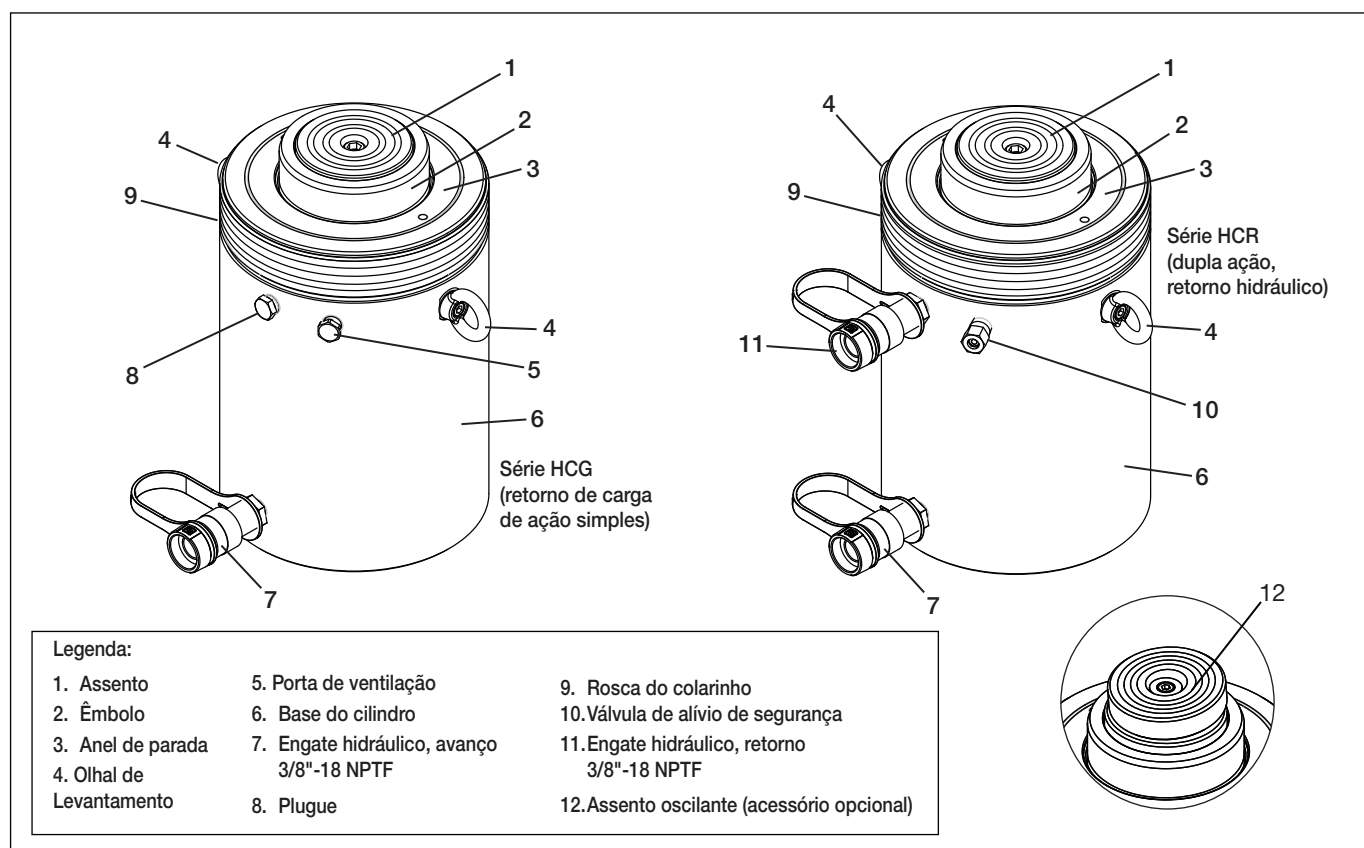

Figura 1, Principais Características e Componentes, cilindros hidráulicos das séries HCG e HCR (típico)
Consulte a Figura 1, itens 7 e 11 para localizações.
Os modelos da Série HCG têm uma porta de ventilação que evita a formação de vácuo e equaliza a pressão para a câmara do êmbolo do cilindro. A porta de ventilação está localizada perto do topo da base do cilindro. Veja a Figura 1, item 5.
Os modelos da Série HCR contêm uma válvula de alívio de segurança do lado de retração. Ela está localizada perto do topo da base do cilindro. Veja a Figura 1, item 10.